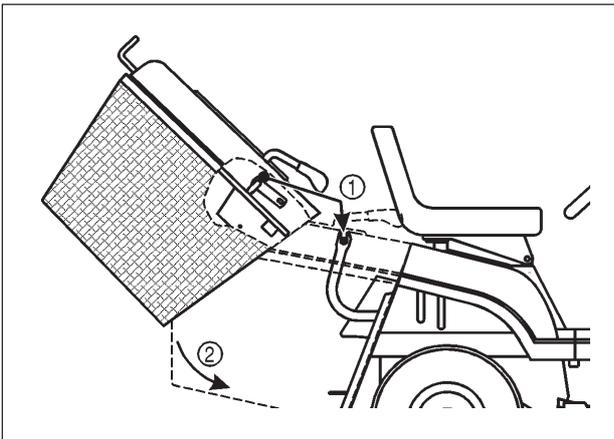

Fig. 6
## ACOPLE DEL RECOGEDOR EN EL TRACTOR (FIG. 6)
1. Tome el recogedor ya armado con las dos manos. Inclínelo en un ángulo de 40° (Fig. 6).